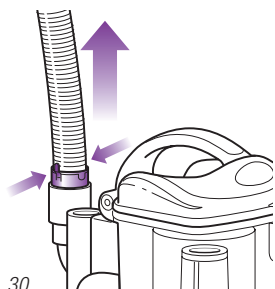

Fig. 30
- Détachez le tuyau extensible à l'arrière de l'aspirateur portable *Lift-Away^{MD}* en pressant les onglets ensemble et en tirant le tuyau vers le haut. (Fig. 30) Redressez le tuyau souple et inspectez l'intérieur pour détecter toute obstruction.